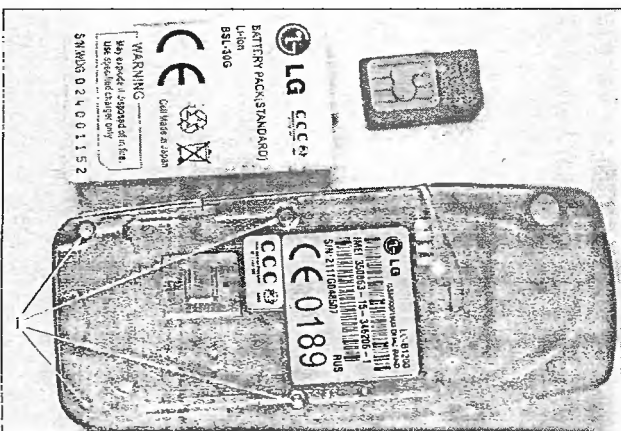

Рис. 1.5
1. Снимают кожух, закрывающий аккумуляторную батарею и SIM-карту (рис. 1.5).
2. Откручивают четыре винта 1 на задней стенке телефона (рис. 1.5).